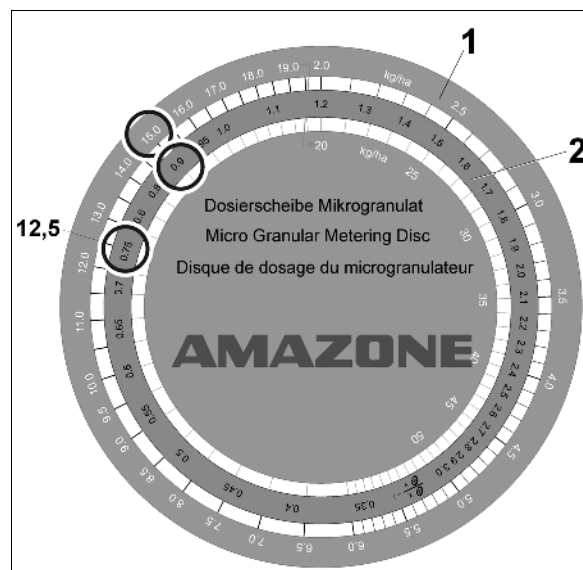

Fig. 27
11. Ausbringmengenwert [kg/ha] auf der Dosierringe (Fig. 27) suchen und mit dem eingestellten Übersetzungsverhältnis auf der Drehscheibe (Fig. 27/2) übereinander stellen.